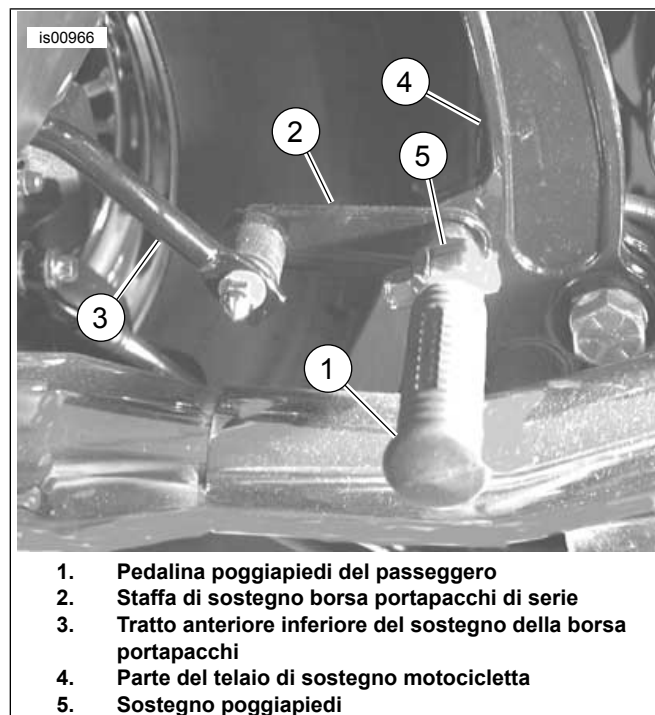

Figura 1. Staffa di sostegno borsa portapacchi e pedalina poggiatesta del passeggero
2. Vedere la Figura 1. Rimuovere la pedalina poggiatesta del passeggero (1) togliendo il bullone, il dado e la rondella dal sostegno (5).